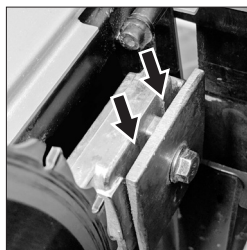

Abb. 18
- Schieben Sie den Spaltkeil (er ist geschlitzt) zwischen die Befestigungsplatte und den Befestigungsblock. (Abb. 18). Stellen Sie sicher, dass die hervorstehenden Vorsprünge der Befestigungsblöcke in die Schlitz des Spaltkeils eingreifen.